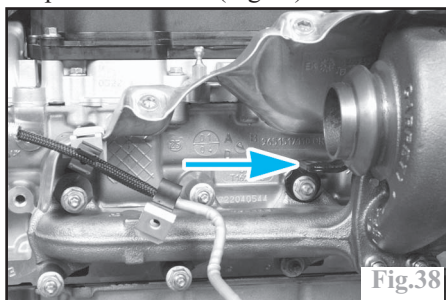

Fig.38
-le raccord de retour d'huile (2) du turbocompresseur.
- la patte de renfort (Fig.38).